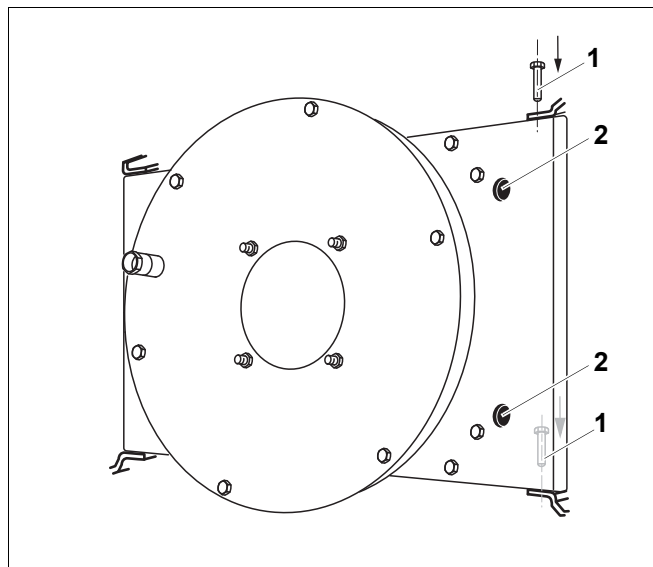

Рис. 21 Дверца горелки
Пазы (рис. 21, поз. 2) на дверце горелки (2 справа и 2 слева) предназначены для подвешивания к крану или тали, когда требуется снять всю дверцу целиком.
- Вдавите шарнирные оси (рис. 21, поз. 1) снизу вверх.
- Вставьте с другой стороны шайбы и обе шарнирные оси (рис. 21). **Не забывайте устанавливать шайбы!**